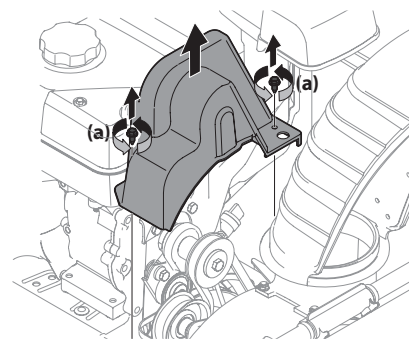

Figura 4-10
2. Saque la cubierta plástica de la correa ubicada que está en el frente del motor. Para ello saque los dos tornillos autorroscantes (a). Consulte la Figura 4-10.